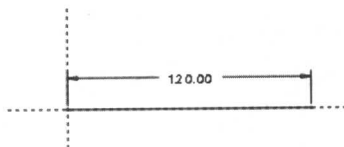

图 1-15
① 单击基准特征工具栏中的  按钮，打开【草绘】对话框。
② 选择 FRONT 基准面为草绘平面，RIGHT 基准面作为参照面，单击【草绘】按钮，进入草绘工作界面。
③ 绘制如图 1-15 所示的曲线。